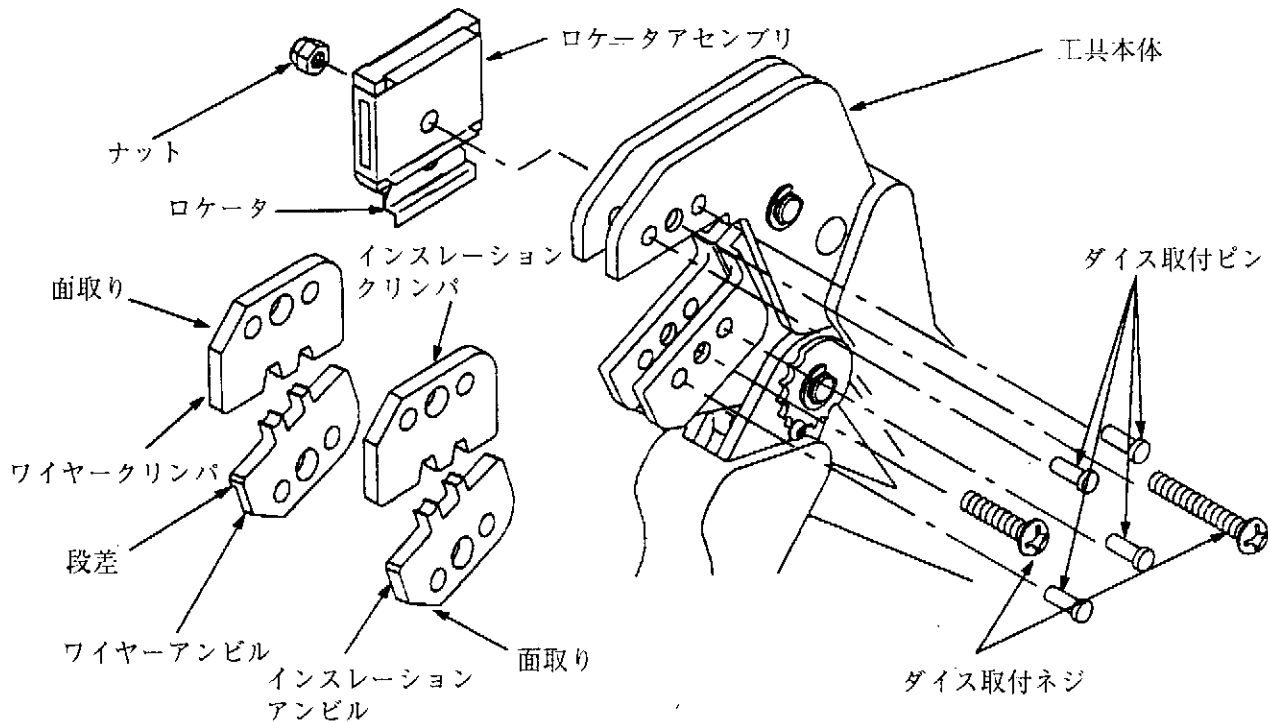

Fig. 2
2. 工具の説明 (Fig. 1 及び Fig. 2)
3. ダイスとロケータアセンブリの取り付け、取り外し (Fig. 2)